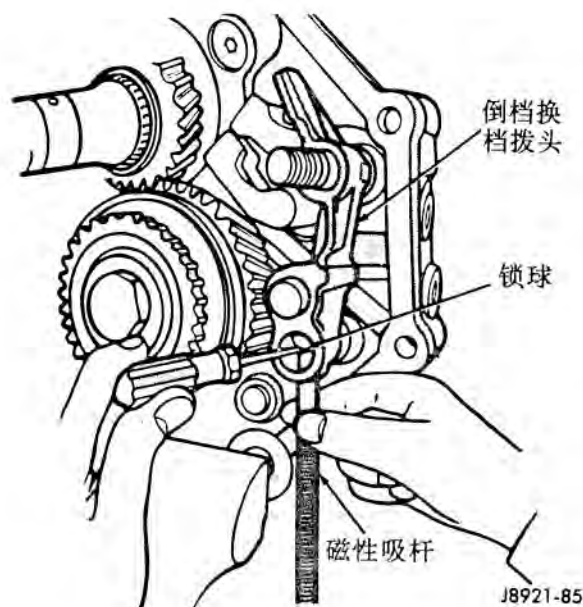

图 85 安装倒档换挡拨头锁球
(14) 用改锥和磁性吸杆安装倒档换档拨头锁球 (图 85)。